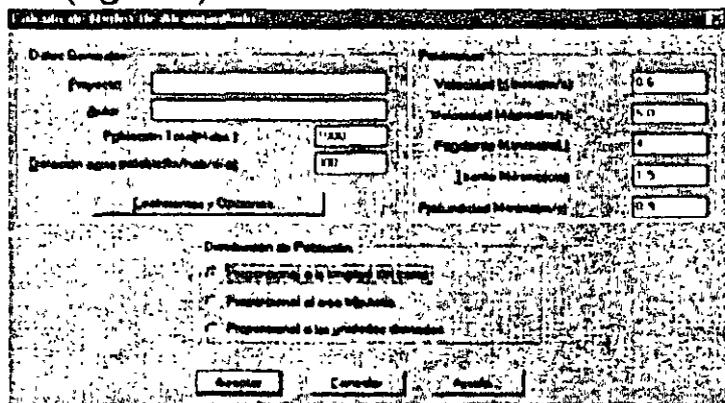

Fig. 49: Caja de diálogo para generar la tabla de cálculo de redes de alcantarillado.
8. Utilice la rutina para generar la tabla de cálculo (Circuitos→ Generar tabla de cálculo). Indique una población de proyecto de 1000 habitantes y dotación de agua potable de 300 lts/hab/día. Acepte los valores propuestos en la caja de diálogo, con el método de distribución de población proporcional a la longitud de los tramos (fig. 49)